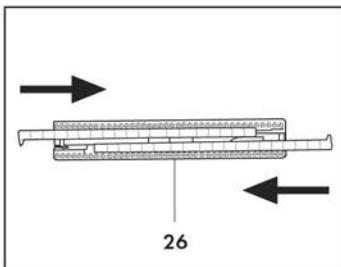

Fig. 10
Per il montaggio del telaio setolato per moquettes e tappeti (26), inserire nelle apposite guide le spazzole rigide con le linguette rivolte all'interno (**Fig. 10**).